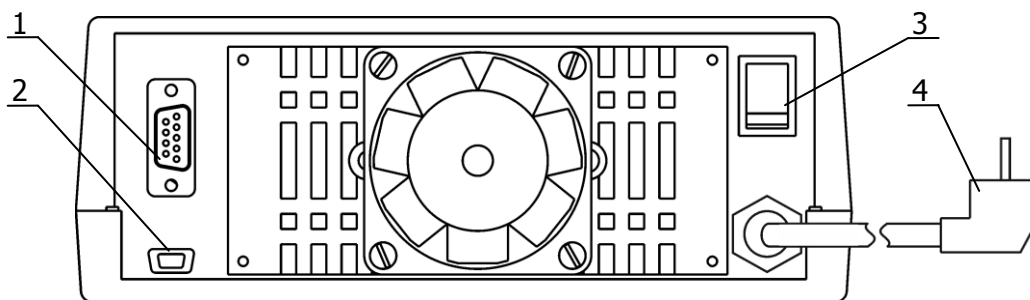

Рисунок 3 — Задняя панель плотномера
1.5.3 На задней панели плотномера (рисунок 3) расположены:
2.2.1 Для включения/выключения плотномера перевести сетевой выключатель 3 рисунок 3 в соответствующее положение.